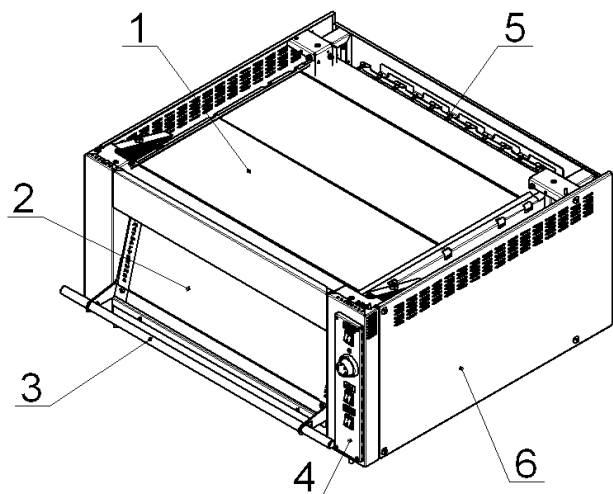

Рис.1
4.6 Приборы управления секции с металлическим подом размещены (рис.3) на панели управления (рис.1 поз.4), которая расположена справа от дверки.
- 4.7 Приборы управления секции с каменным подом размещены (рис.4) на панели управления (рис.1 поз.4), которая расположена справа от дверки.